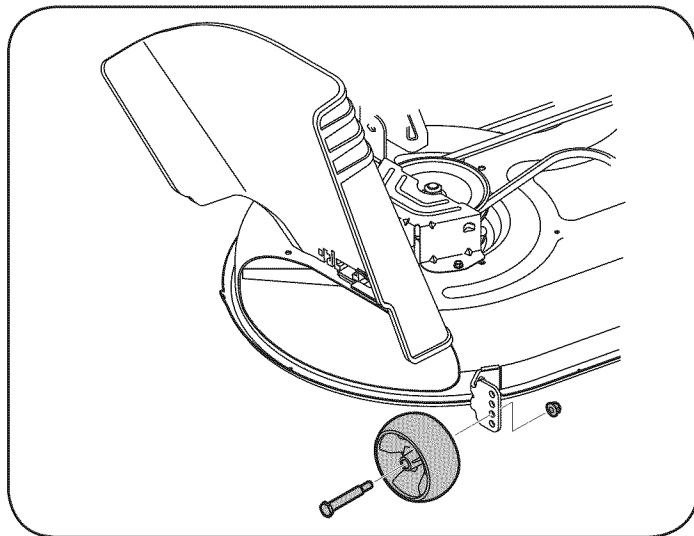

Figura 30
1. Ajustar las ruedas de cubierta mediante la eliminación de la tuerca de la brida y tornillo que sujeta el hombro de cada rueda y llevarlos a uno de los agujeros que permite que las ruedas para estar entre ¼ pulgadas y ½ pulgada por encima del suelo cuando el tractor se encuentra en un suave, superficie plana, como un camino de entrada. Véase la Figura 30.